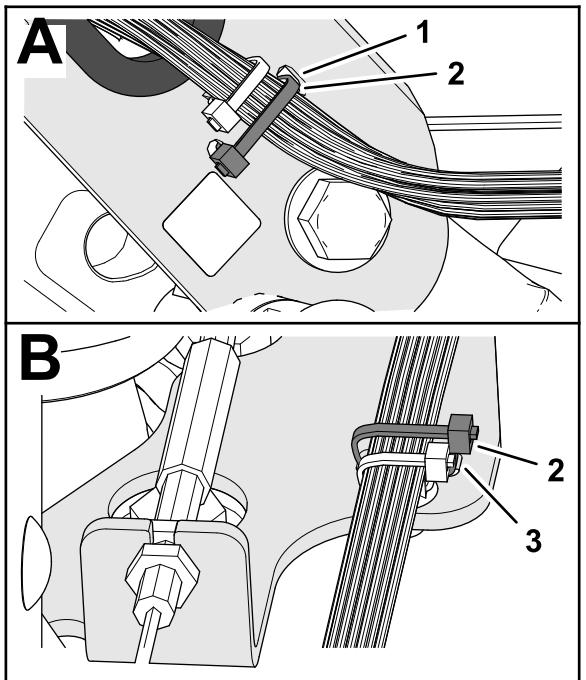

Figura 11
- Fissate il cablaggio preassemblato della macchina al canale della maniglia con una fascetta per cavi attraverso le fessure del canale (Figura 11).